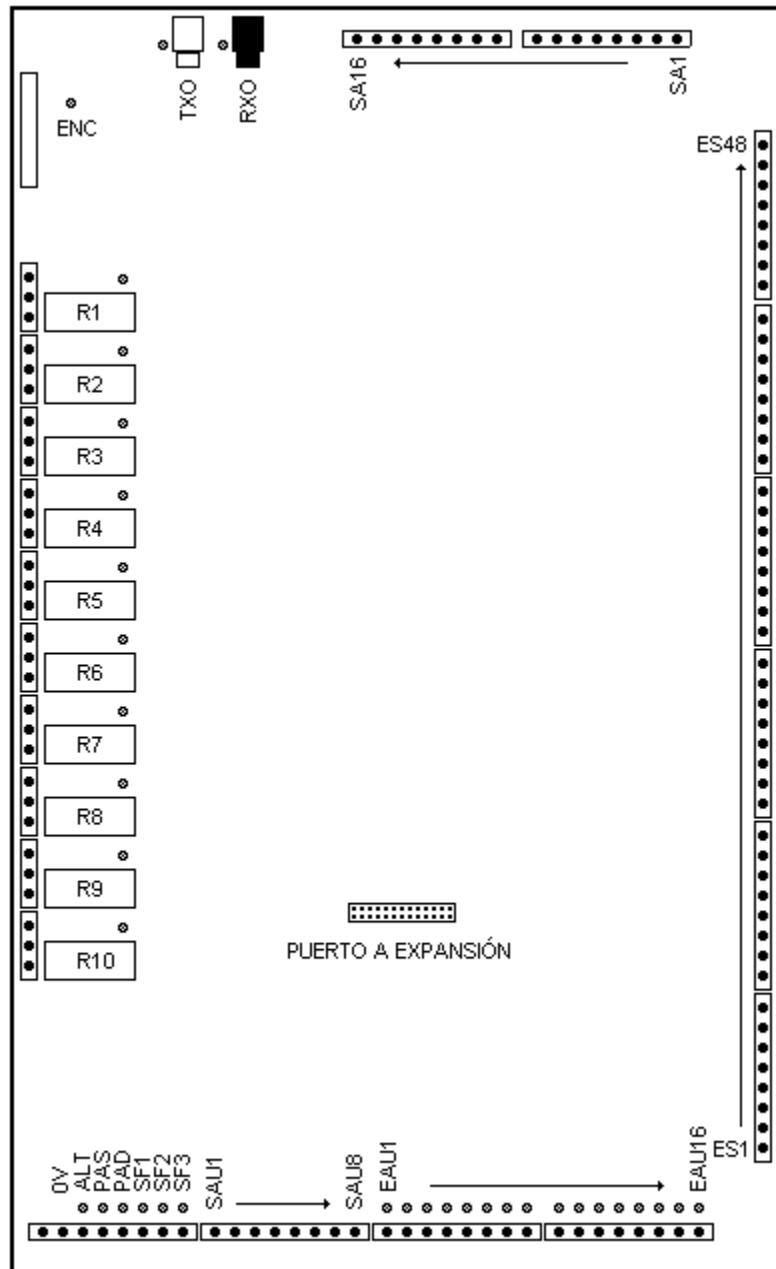
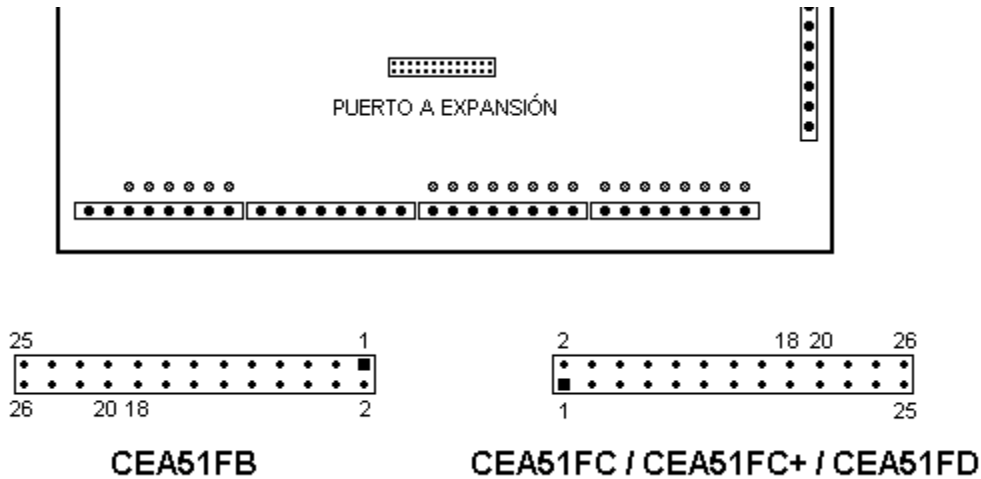

Figura 56
Figura 57
- Tomando como referencia la Figura 56, la Figura 57 y la Figura 58, el controlador activa las salidas según la Tabla 16.
Pino 18 del conector a expansión = 0V (Figura 57)	R2
Pino 20 del conector a expansión = 0V (Figura 57)	R2